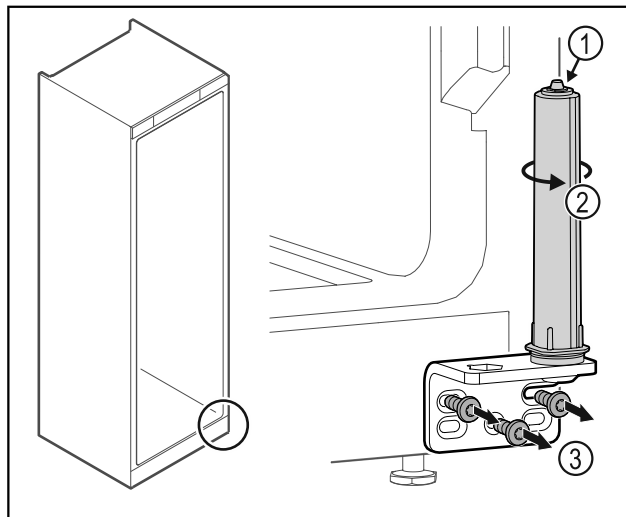

Fig. 25
- Ta inte isär dörrlåssystemet Fig. 25 (1).
- Vrid låssystemet Fig. 25 (2) tills det klickar.
- Skruva av gångjärnsfästet Fig. 25 (3).